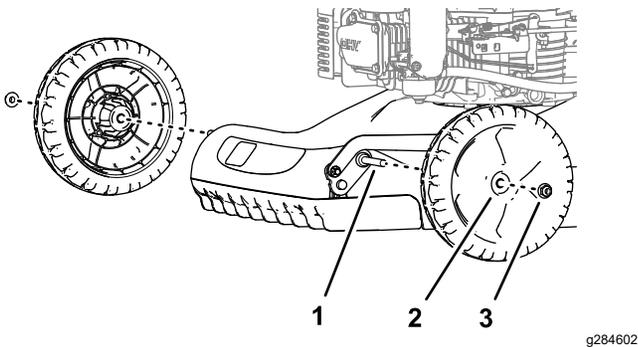

Bild 5
1. Entfernen Sie die Sicherungsbundmuttern (3/8"), mit welcher das Rad an der Achse befestigt ist und entfernen Sie das Rad (Bild 5).